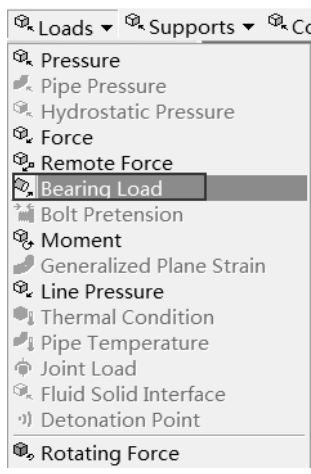

图 7-73 选择轴承载荷
Step4：选择 Environment (环境) 工具栏中的 Supports Bearing Load (轴承载荷) 命令，如图 7-73 所示。